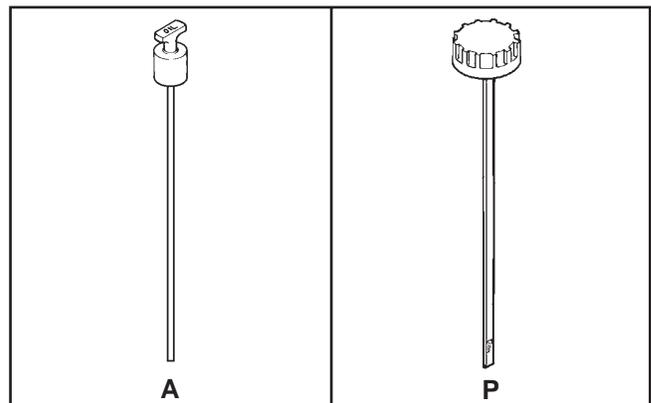

Figura 6-2. Verificar o Nível do Óleo.
Para motores com uma vareta do estilo pressão: Reinsira a vareta no tubo e pressione no tubo, Consulte a Figura 6-2 (A).
Para motores com uma vareta do estilo roscado: Reinsira a vareta no tubo e assente a tampa de enchimento do óleo no tubo. Não rosque a tampa no tubo. Consulte a Figura 6-2 (B).